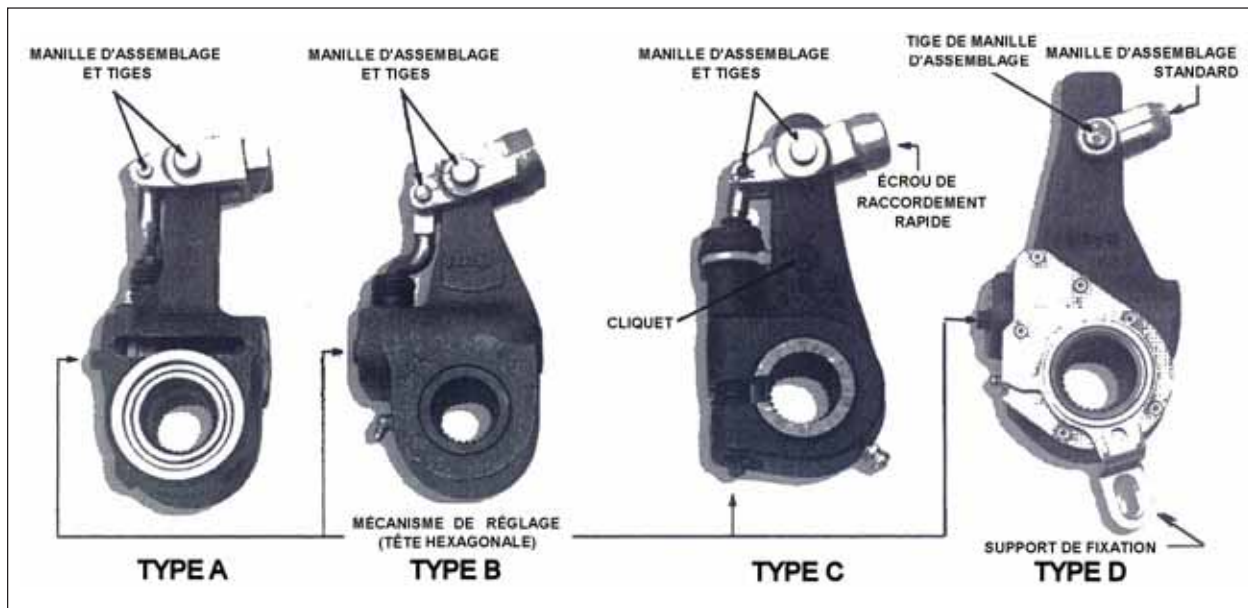

Fig. 8-27 TYPES DE RÉGLEURS DE JEU
1. Retirez le cliquet et tournez le mécanisme de réglage au moins sur un tour complet comme pour reculer le réglage des freins (voir Fig. 8-27 C). Le cliquet doit être installé de façon appropriée et serré à 15-20 pi/lb après que le mécanisme de réglage aura été reculé.